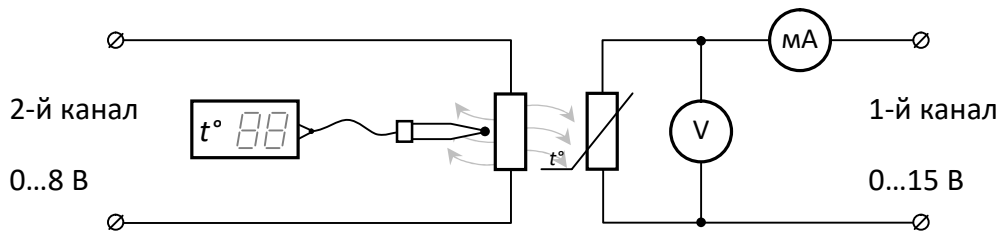

Рис. 4.5. Схема для зняття ВАХ терморезистора
5. Не роз'єднуючи нагрівальний елемент і терморезистор зібрати схему, яку наведено на рис. 4.5. Пред'явити схему на перевірку викладачеві.